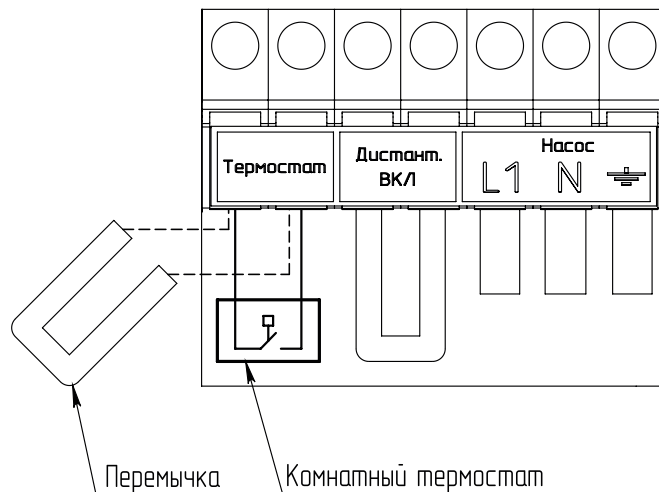

Рис.8 Схема подключения комнатного термостата
- Подключите устройство к котлу в соответствии со схемой на **Рис.8**.